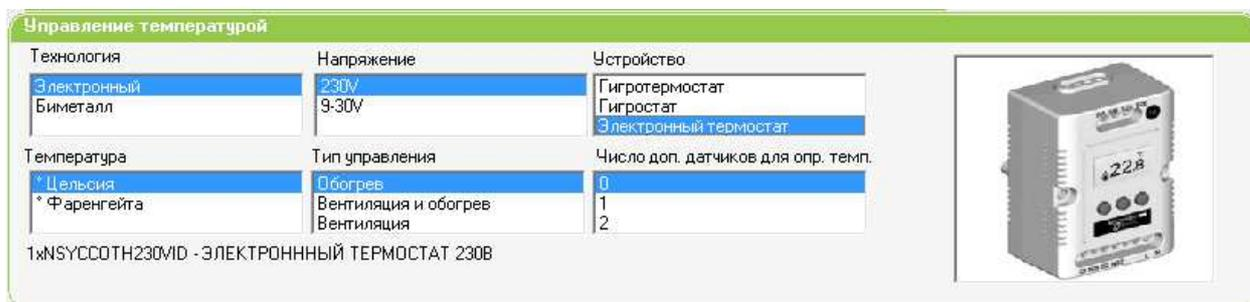

Рис. 29
4) Управление температурой – в данной области надо выбрать тип устройства и его характеристики – см. Рис. 29: